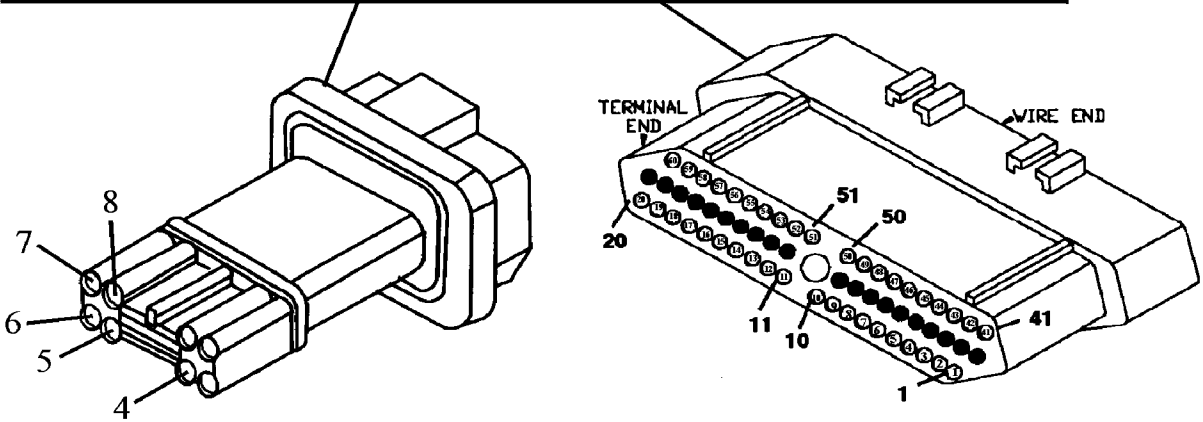

Figura 55
- Si al llevar a cabo ésta prueba se encuentra un abierto en uno de los alambres de los solenoides, use la figura 55 como guía para hacerle una prueba de continuidad al alambre en cuestión.